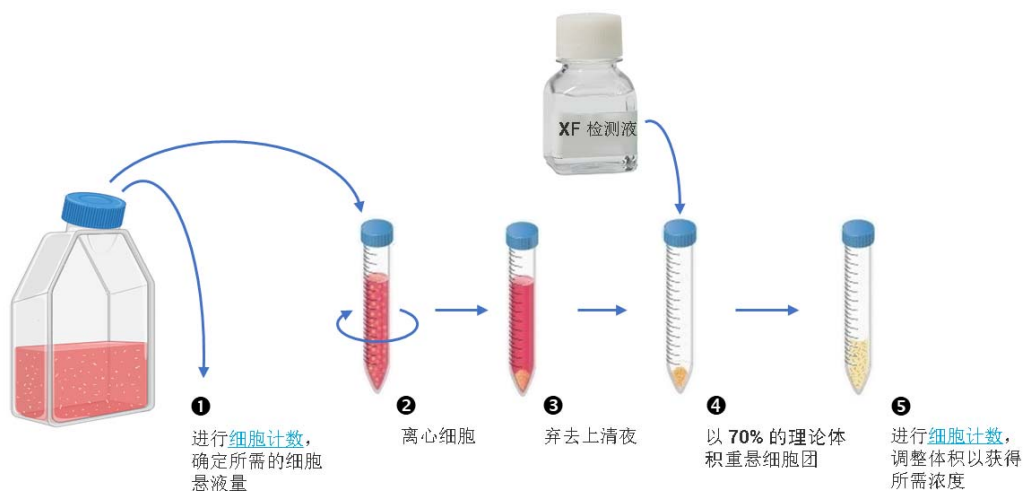

图 8. 针对 T 细胞接种推荐的细胞准备步骤
- 进行两次细胞计数：离心前计数一次，用检测液重悬细胞后再计数一次。由于在去除用过的培养基时可能会损失一些细胞，图 8 中步骤 5 的第二次细胞计数对于确保接种密度的准确性尤其重要，不能省略